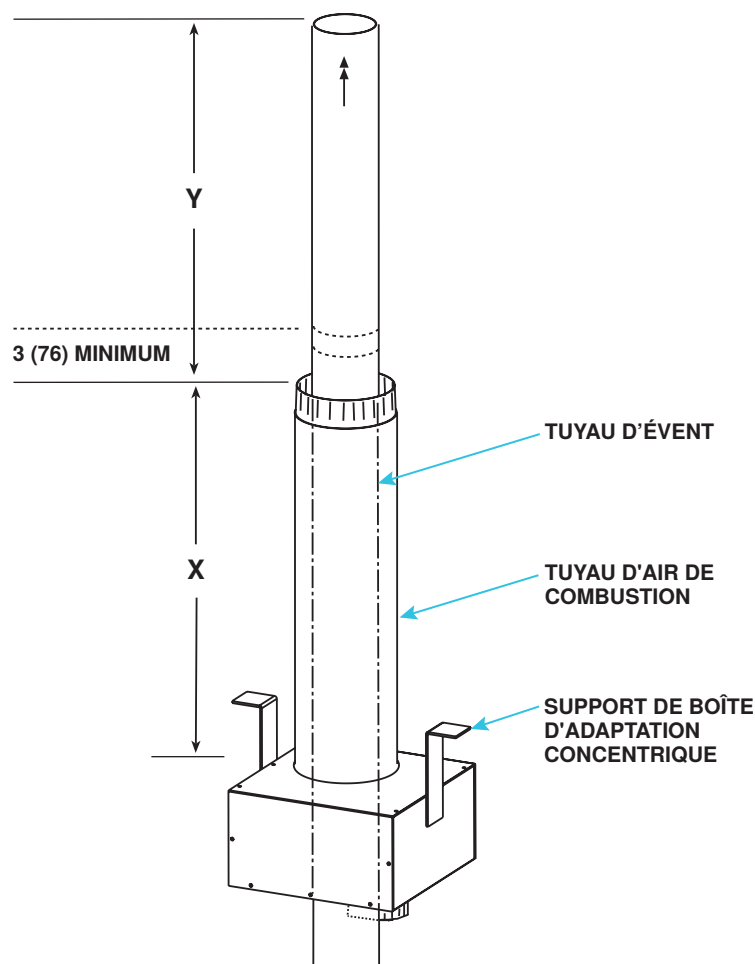

Figure 22. Installation du tuyau d'air de combustion
5. Connectez la section extérieure du tuyau d'air de combustion au boîtier adaptateur concentrique (voir **Figure 22**) :
- a. Reportez-vous à la **Figure 22** pour déterminer la longueur de la dimension X comme suit :
- (1) Longueur du support
- (2) Ajouter l'épaisseur du toit
- (3) Ajouter la profondeur de neige prévue
- b. La deuxième section du tuyau à double paroi (voir la dimension Y sur la **Figure 22**) peut être raccordée au besoin à la section continue du tuyau d'aération. Assurez-vous que le raccord est à au moins 3 pouces (76 mm) au-dessus du tuyau d'air de combustion et que la hauteur est d'au moins 12 pouces (305 mm)—34 pouces (864 mm) dans les climats froids où la température ambiante de conception est de -10°F (-23°C) ou moins.
6. Fixez le boîtier adaptateur concentrique sous le toit (voir Figure 22) :
- a. Consultez la **Figure 22** pour établir la longueur de chaque section de conduits ainsi que la longueur totale requise. Déterminez la longueur en additionnant les exigences :
- (1) En partant du bas, le tuyau d'évent peut s'étendre jusqu'à 152 mm (6 pouces) sous la boîte
- (2) Plus 6 pouces (152 mm) à travers la boîte
- (3) Plus la longueur des crochets au-dessus de la boîte
- (4) Plus l'épaisseur du toit
- (5) Plus la hauteur du tuyau d'air de combustion extérieur au-dessus du toit
- (6) Plus un minimum de 3 pouces (76 mm) au-delà du haut du tuyau d'admission d'air
- (7) Le total est la longueur minimale de la section du tuyau d'évent—si le morceau réel de tuyau d'évent est plus long, prolongez-le plus au-dessus du tuyau d'air de combustion—ne le prolongez pas de plus de 6 pouces (152 mm) sous la boîte